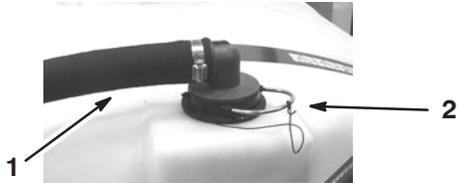

Bild 55
2. Nehmen Sie die Halterung von dem roten Anschluss ab, an den der dicke Schlauch oben am Behälter angeschlossen ist (Bild 55).
3. Schließen Sie den Schlauch vom Behälter ab (Bild 55).